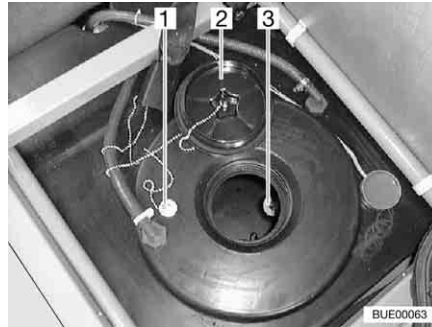

Fig. 176 Réservoir d'eau
- Dévisser le couvercle de fermeture (Fig. 176,2) du réservoir d'eau.
- Retirer le bouchon de fermeture (Fig. 176,1) de l'ouverture de vidange (Fig. 176,3). L'eau s'écoule.